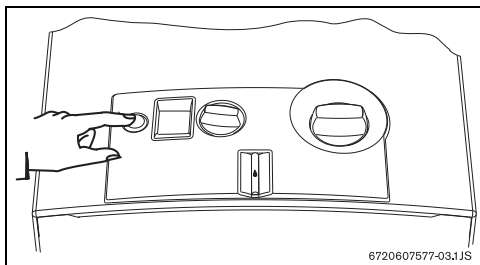

Рис. 5
- ▶ Для включения нажать кнопку вкл./выкл. (рис. 5).